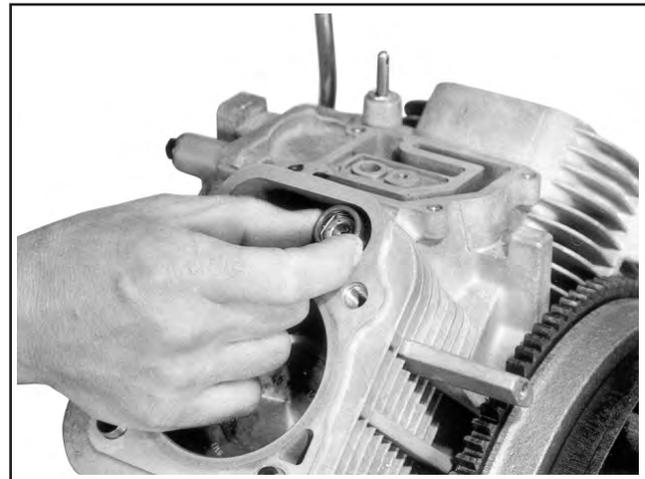

Abbildung 11-35. Einbau der hydraulischen Stößel.
3. Das Zeichen oder das Kennschild der hydraulischen Stößel als Ein- oder Auslassseite sowie Zylinder 1 oder 2 beachten. Die hydraulischen Stößel in der geeigneten Position im Kurbelgehäuse montieren. **Keinen** Magneten verwenden. Siehe Abbildung 11-35.